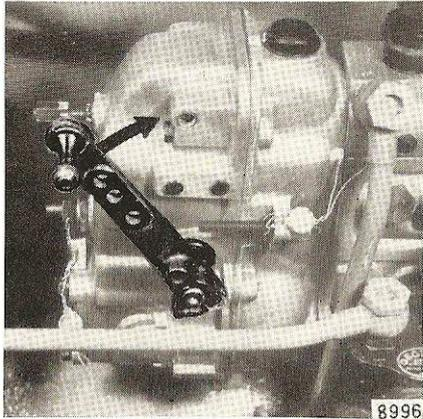

Fig. 11
2. Amener le levier de changement de vitesse (fig. 11) dans la direction de la flèche à environ  $\frac{1}{4}$  de régime, par la manette ou la pédale.